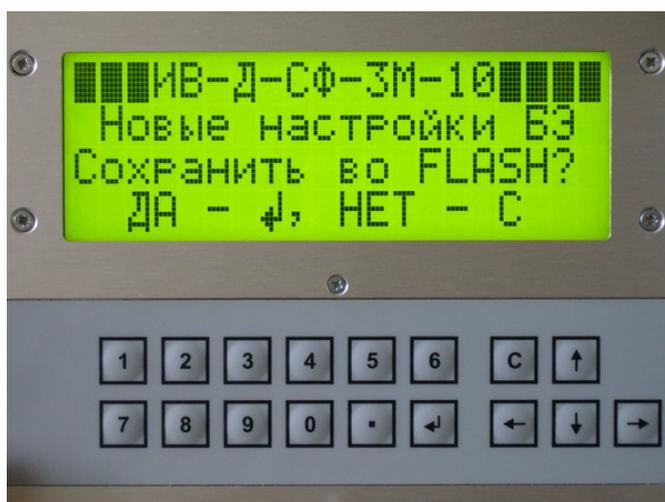

Рисунок 15
- если с помощью панели управления блока были произведены изменения настроек, при выходе в режим мониторинга на дисплее появится сообщение о сохранении изменений (рисунок 15)